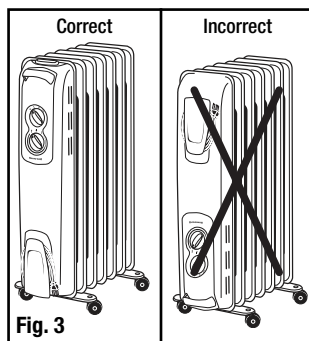

Fig. 3
**Si les commandes se trouvent au bas et que le logo Honeywell est à l'envers, c'est que les roulettes n'ont pas été posées correctement (voir Fig. 3).**